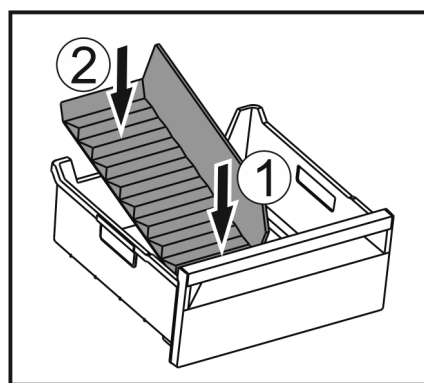

Fig. 147
- Vložte přední část přepážky přihrádky na led. Fig. 147 (1)
- Zadní část přepážky přihrádky na led spusťte až na dno zásuvky. Fig. 147 (2)